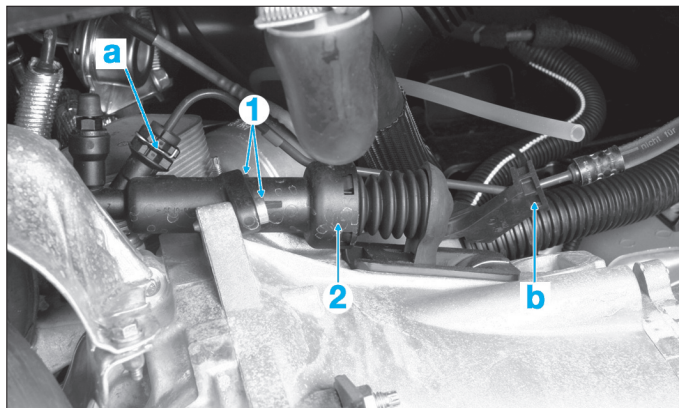

Fig. 4
- Dégrafer le tuyau en (a) (Fig.4).
- Déposer les deux vis (1).
- Déposer le cylindre récepteur d'embrayage (2).